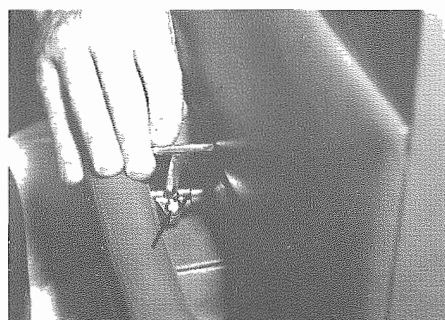

Fig. 8 - Vite di fissaggio
- Allentare la vite di fissaggio leva di apertura (Fig. 8) e smontare il pannello.
- Loosen screw fixing opening lever (Fig. 8) and remove panel.